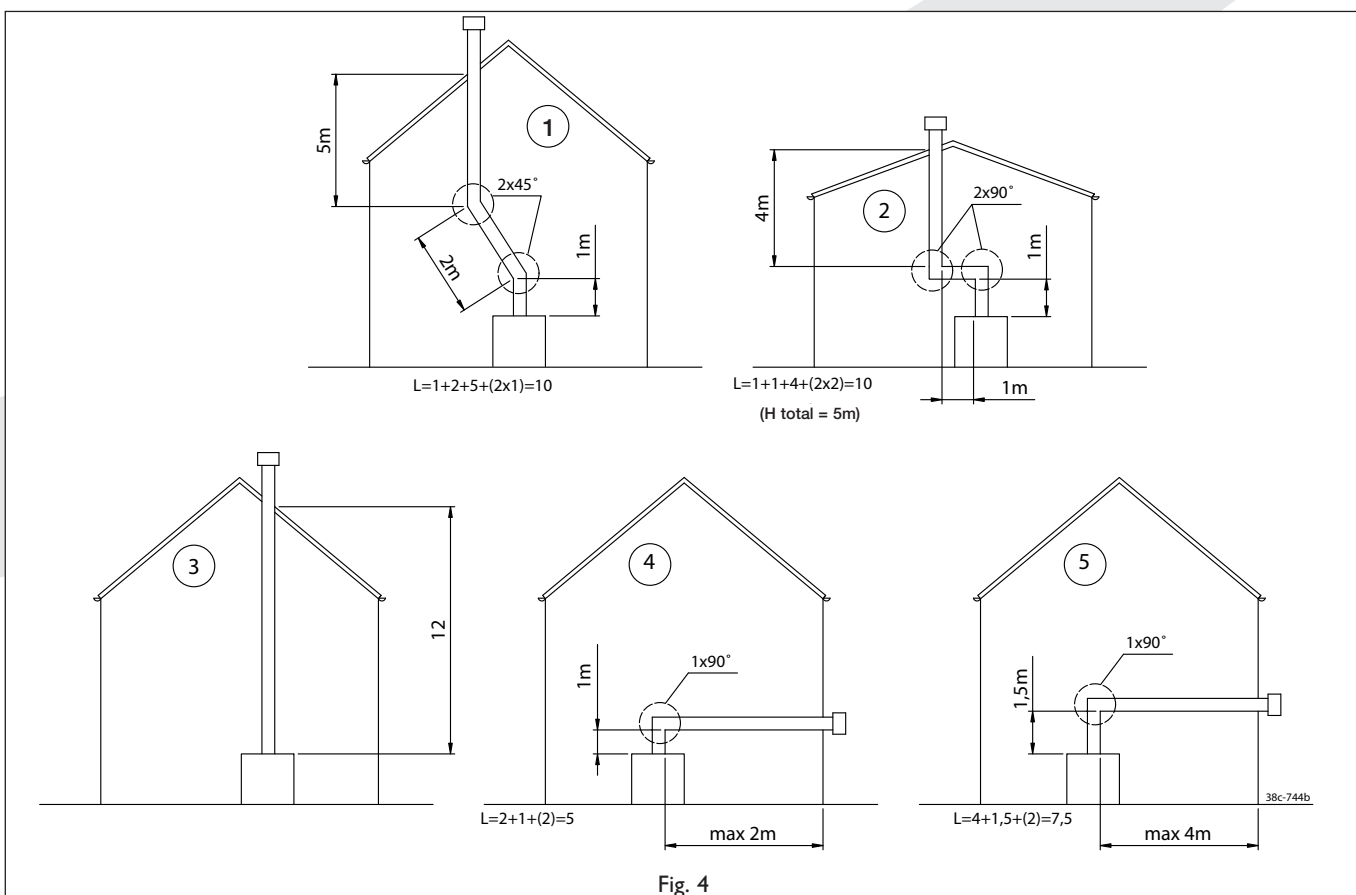

Fig. 4
Anschlußmöglichkeiten (Fig. 4)
- Immer erst 1 Meter Rohr vertikal anbringen, ausser Beispiele 5 in Fig. 4.
Rechnen Sie für eine 90° Krümmung 2 Meter und für eine 45° Krümmung 1 Meter. Die Länge der Giebel- oder Dachdurchfuhr braucht nicht mitgerechnet zu werden. Die maximale Gesamtlänge ist die Summe der Rohrlänge plus der Länge für die Krümmungen (siehe die 5 Beispiele in Fig. 4).
- Entscheiden Sie sich für eine der Anschlussmöglichkeiten gemäss Fig. 4.